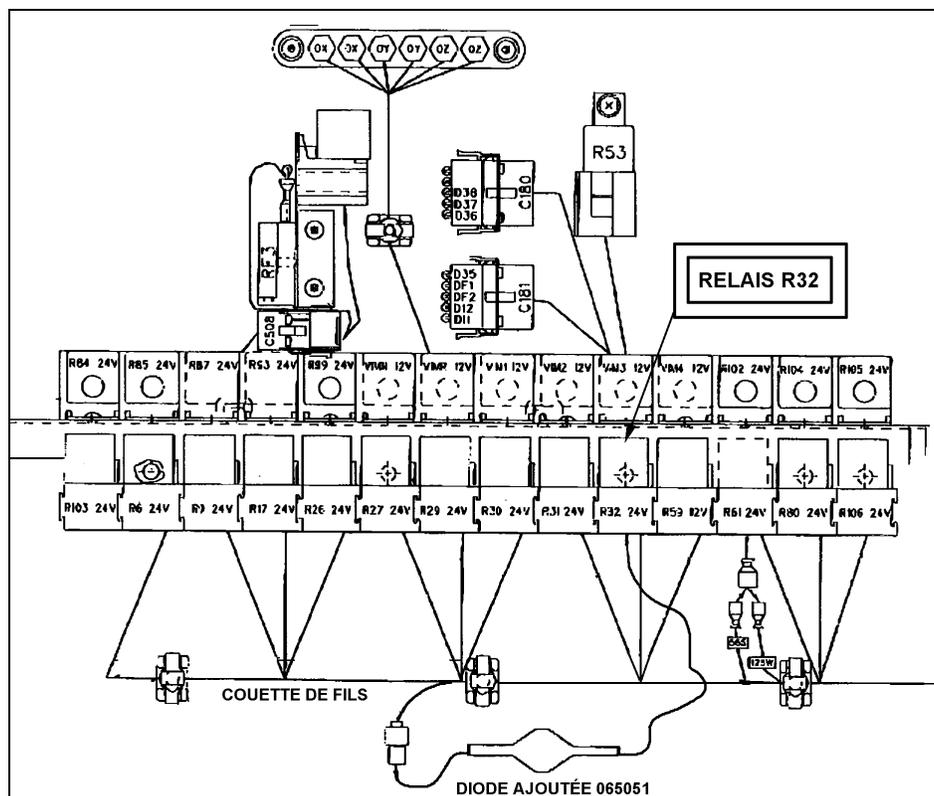

figure 5 : panneau des relais et bases des relais
8. Localiser la boîte de jonction arrière et à l'aide d'un petit tournevis plat, retirer le conducteur 38C de la borne 87 du relais R32 et connectez-le à l'entrée de la diode 065051 (figure 5 & 6).
9. Connecter l'autre terminal de la diode dans la borne 87 du relais R32 (figure 5 & 6) et refermer la porte du compartiment.